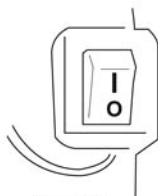

Fig. 12
- > Placer le commutateur de marche [14] à la position d'arrêt «O» (Fig. 12).